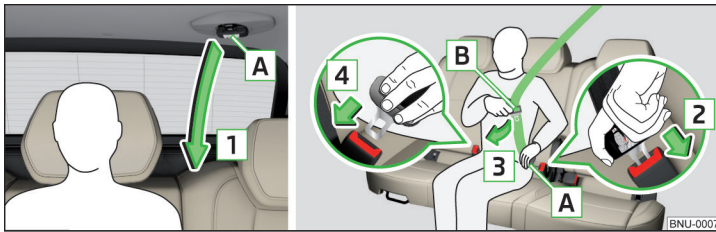

Abb. 20 Sicherheitsgurt auf dem mittleren VarioFlex-Sitz anlegen/ablegen
- › Den Gurt an der Schlosszunge **A** » Abb. 20 langsam nach unten in Pfeilrichtung **1** ziehen.
- › Die Schlosszunge **A** » Abb. 20 fassen und die rote Taste im Gurtschloss drücken, die Schlosszunge springt heraus.